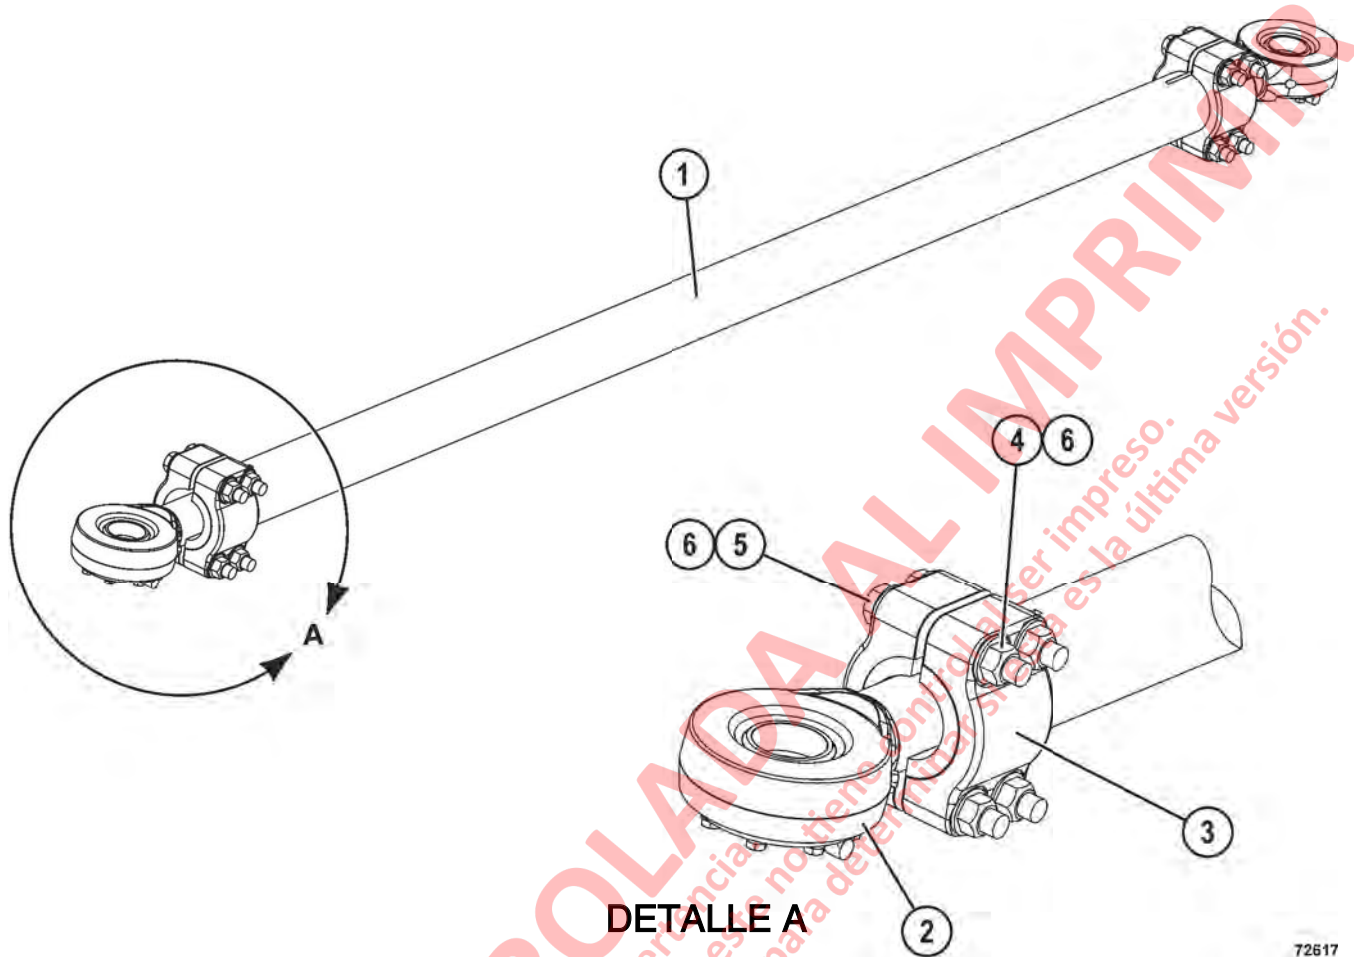

FIGURA 3-17. CONJUNTO DE BARRA DE DIRECCIÓN NUEVO
- a. Afloje las tuercas de seguridad de la abrazadera (4, Figura 3-17) en la barra de dirección. Gire la estructura de la barra de dirección según sea necesario para obtener la configuración correcta de convergencia.
- b. Asegúrese de que los tornillos (5) estén paralelos al suelo como se muestra y que el espacio entre abrazaderas (3) esté alineado con la ranura en la estructura de la barra de dirección.
5. Apriete los tornillos (5, Figura 3-17) a **1017 ± 102 N·m (750 ± 75 ft lb)**.